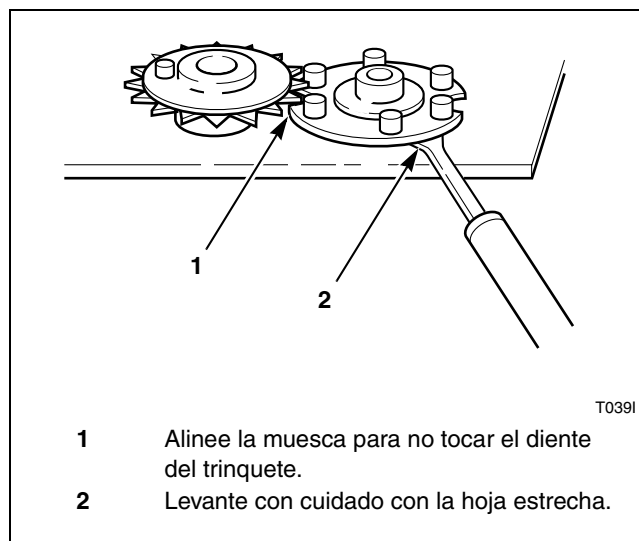

Figura 4
1. Gire la leva con la mano hasta que la muesca en “V” se alinee con el diente del trinquete. Consulte la *Figura 4*.